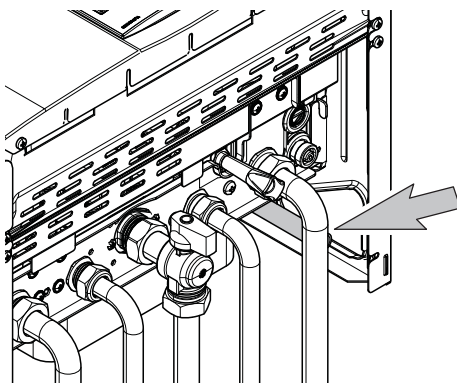

Рисунок 5.4
- Подсоедините предохранительный клапан к сливной воронке, Рисунок 5.4.